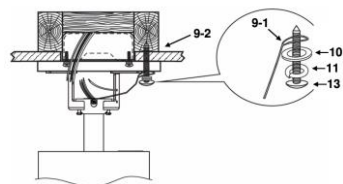

fig. 9
10. Assemblez la vis à bois fournie (n° 13), la rondelle à ressort (n° 11) et la rondelle plate (n° 10) (fig. 9).